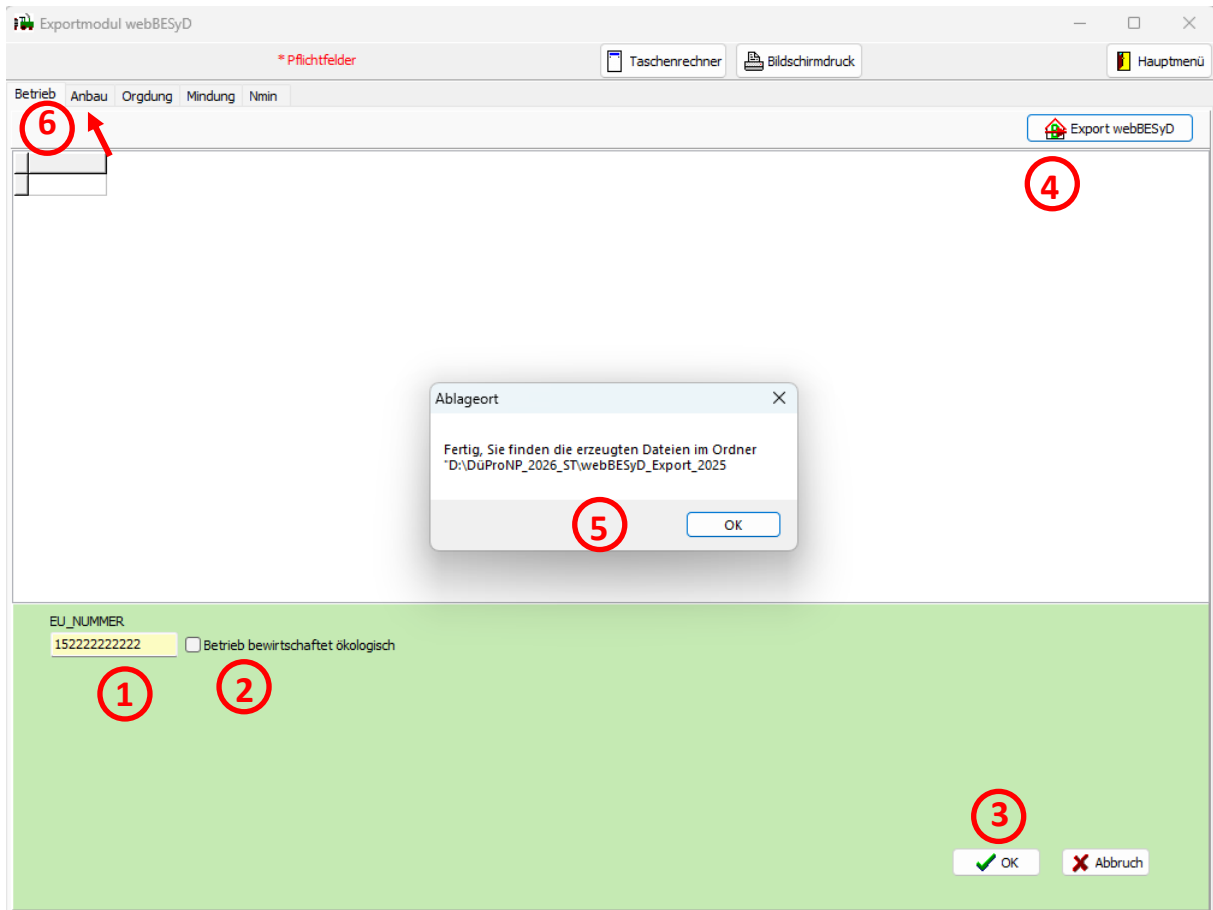
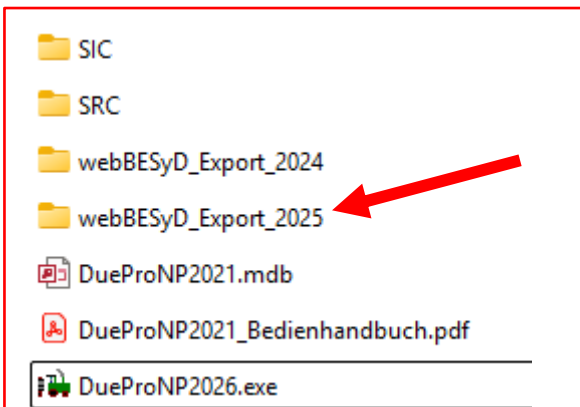

Abb. 3. Betriebsdateneingabemaske
Abb. 4. Ablageordner der Dateien
Zunächst gelangen Sie im Reiter **Betrieb** (Abb. 3) zur sogenannten Betriebsdatenmaske. Diese dient zum Exportieren Ihrer allgemeinen Betriebsdaten, z.B. EU-Betriebsnummer, Adresse etc. und enthält lediglich zwei anzuzeigende Felder. Kontrollieren Sie die angezeigten Felder auf Ihre Korrektheit. Gelb hinterlegte **Felder (1)** bedeuten, dass diese im Exportmodul nicht geändert werden können und automatisch aus DüProNP herausgelesen wurden. Änderungen daran können nur im Programm selbst vorgenommen werden. Ökologisch wirtschaftende Betriebe sind im entsprechenden **Feld (2)** mit einem Häkchen zu markieren. Wenn alle Angaben korrekt sind, bestätigen Sie mit **OK (3)** und klicken auf die Schaltfläche **Export webBESyD (4)**. Nun wird vom System die erste Exportdatei für die webBESyD-Schnittstelle erzeugt und es **öffnet sich ein Fenster (5)** mit dem Pfad, unter welchem diese Datei gespeichert wurde. Die erzeugte Datei mit der Bezeichnung **IMPBETR.TXT** finden Sie im DüProNP-Ordner unter einem vom System eigens dafür jahresweise getrennt angelegten Unterordner mit der Bezeichnung **webBESyD_Export_Kalenderjahr xy** (Abb. 4). Anschließend kann durch Klick auf **Anbau (6)** die nächste Export-Datei vorbereitet werden.